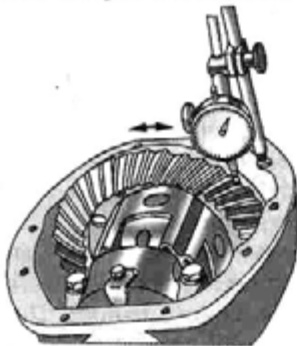

Рис. 5.33. Проверка бокового зазора в зацеплении зубьев шестерен главной передачи (неразъемный задний мост)
- установить индикатор, как показано на рис. 5.33 и 5.34, и проверить боковой зазор в зацеплении шестерен, который должен быть в пределах 0,15–0,25 мм. Проверку производить в не менее
- установить индикатор, как показано на рис. 5.33 и 5.34, и проверить боковой зазор в зацеплении шестерен, который должен быть в пределах 0,15–0,25 мм. Для увеличения зазора отпустить регу-